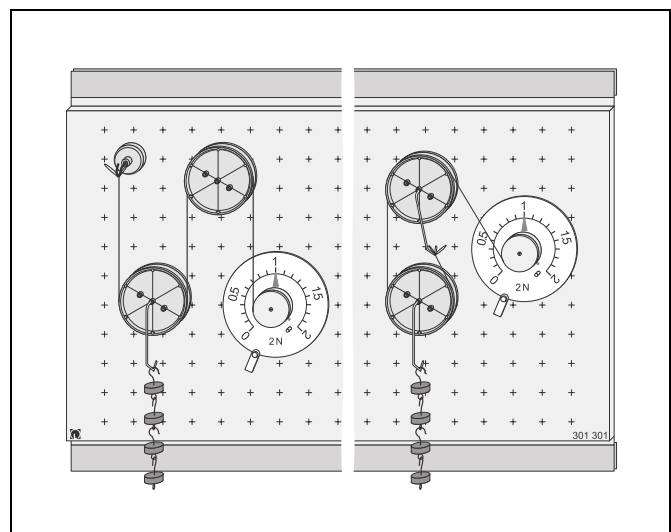

Fig. 4 Versuchsaufbau mit fester und loser Rolle
- Demonstrationsschnur – wie in Fig. 4 links dargestellt – vom Haken über lose und feste Rolle zum Rundkraftmesser führen.
- Erste Rolle ebenfalls mit Rollenhaken ausrüsten und Demonstrationsschnur mit Schlaufe darin einhängen (siehe Fig. 4 rechts).